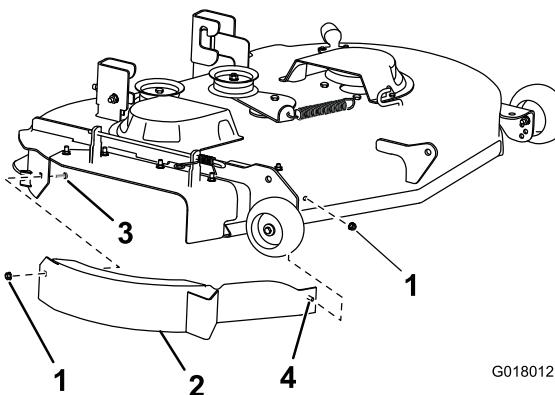

Figura 2
9. Instale el deflector en el lado derecho de la carcasa de corte con un perno de cuello cuadrado (5/16 x 3/4 pulgada) y 2 tuercas con arandela prensada (5/16 pulgada), según se muestra en Figura 2.